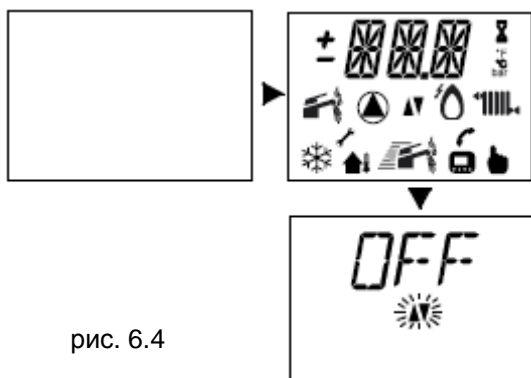

рис. 6.4
- Подайте электропитание на котёл с помощью двухполюсного переключателя. На дисплее LCD появится следующая последовательность изображений, (см. рис. 6.4):